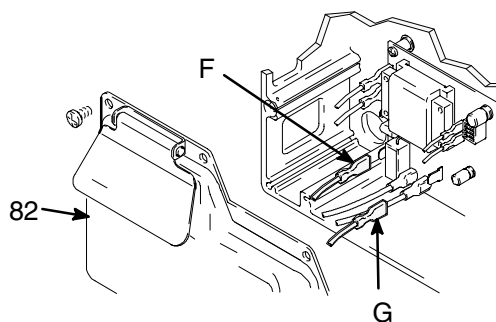

Fig. 3
3. Fig. 3. Ta bort kåpan på tryckregulatorn (82). Lossa motorledningarna (F) och (G).